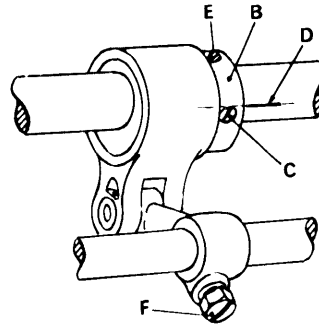

fig. 6
- Regolare l'eccentrico B (fig. 6) per lo spostamento frontale del crochet in modo che la tacca D incisa sull'albero corrisponda alla tangente superiore della vite C.
- Controllare che la punta del crochet, nella sua corsa verso sinistra, passi a circa 0,05 mm. dall'incavo dell'ago di destra. Se ciò non avvenisse, regolare il gruppo mediante la vite F (fig. 6).